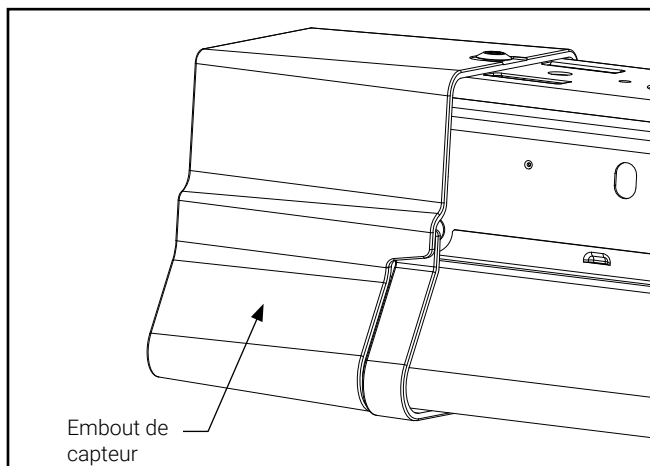

Figure 1.
1. Si le luminaire est déjà muni d'un embout de capteur, installez un seul embout décoratif (figure 1).